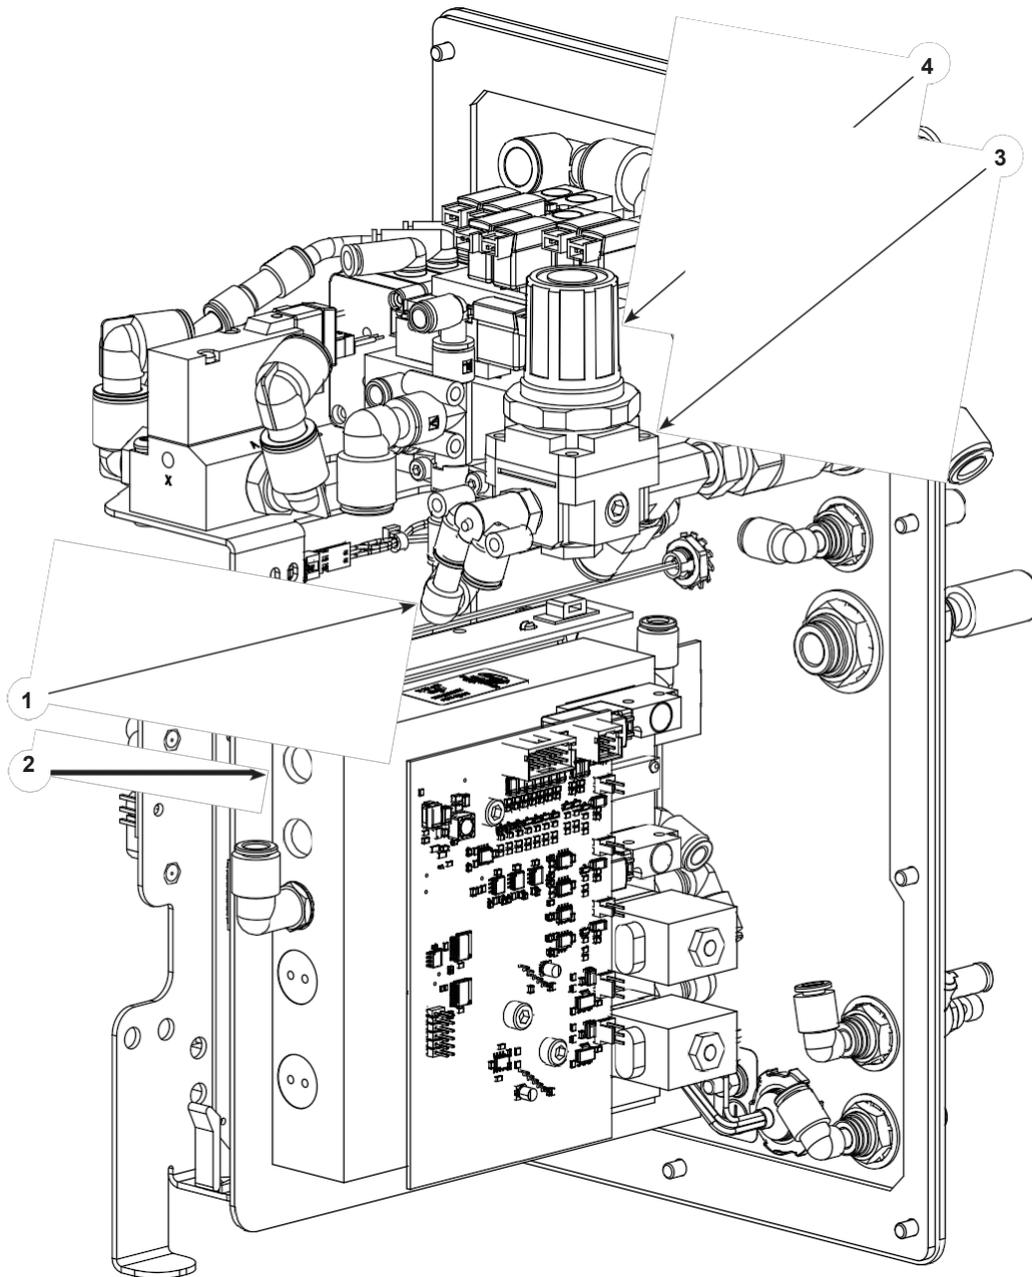

Abbildung 7-4 Einstellung des Reglers
Siehe Abbildung 7-4.
1. Suchen Sie den richtigen Regler (3) für das iFlow-Modul (2), wie in Abbildung 7-4 gezeigt.
2. Ziehen Sie einen der Anschlüsse (1) vom Regler ab und stecken Sie das Manometer in den Anschluss.
5. Drücken Sie den Drehknopf (4), um die Einstellung zu sichern.